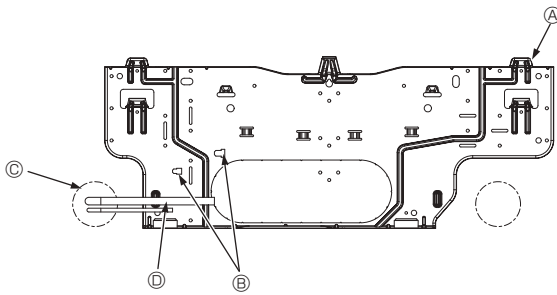

Fig. 3-5
- Ⓓ Tespit vidaları (4 × 25) ②
- Ⓕ Montaj levhası ①
3.3. Borular duvarın içine döşendiğinde (Fig. 3-5)
- Ⓐ Montaj levhası ①